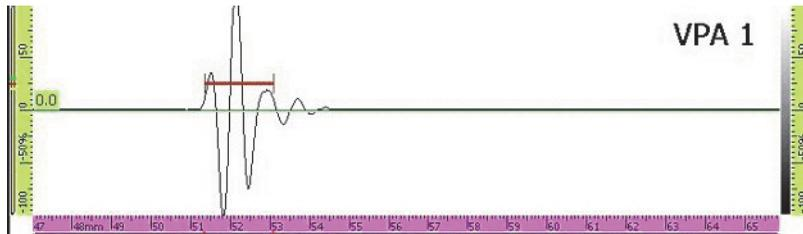

Abbildung 7-6 Blende A auf dem Signal der Metallkugel
7. Bewegen Sie mit den Parametern **Start** und **Breite** Blende A über das Signal, wie in Abbildung 7-6 auf Seite 218.